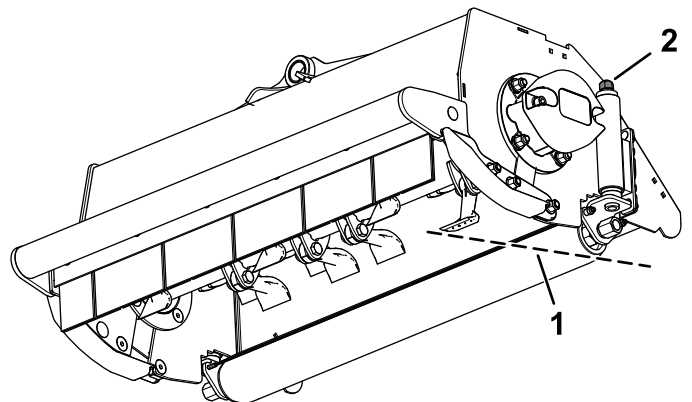

Figura 26
1. Gire la tuerca de ajuste de ambos extremos en sentido horario para reducir la altura de corte, o en sentido antihorario para aumentar la altura de corte (Figura 26).